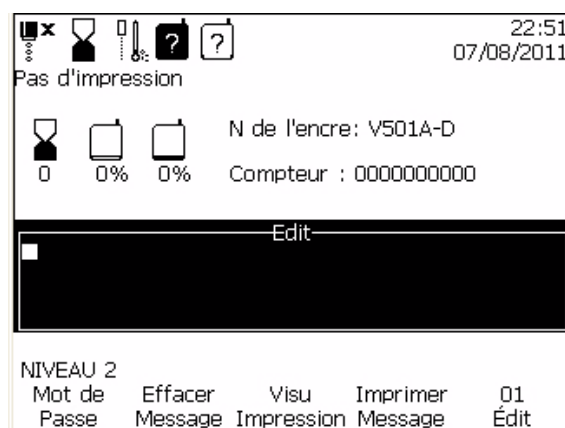

Figure 1-1: Fenêtre 01 Editer
Chaque jeu de commandes visibles en même temps sur l'écran d'affichage de l'imprimante est appelé fenêtre. Par exemple, l'écran indiqué dans Figure 1-1 est la fenêtre <01 Editer>. Les fenêtres et les menus de l'interface utilisateur (IU) sont indiqués entre deux parenthèses en chevrons (par exemple, <02 Editer>).